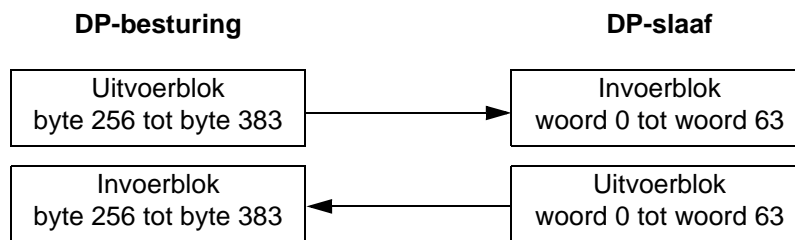

FIG. 49: Uitwisseling tussen besturing en slaaf
- Dit resulteert in een reeks van woord 0 tot woord 63. FIG. 49 illustreert deze uitwisseling.
**OPMERKING:** FIG. 49 heeft geen verbinding met de invoerblok en de uitvoerblok van Graco Gateway. De terminologie die gebruikt wordt in de configuratie van de tags vertrekt vanuit het perspectief van de PLC (DP-besturing). Raadpleeg **Instellingen Graco Gateway** voor meer informatie.